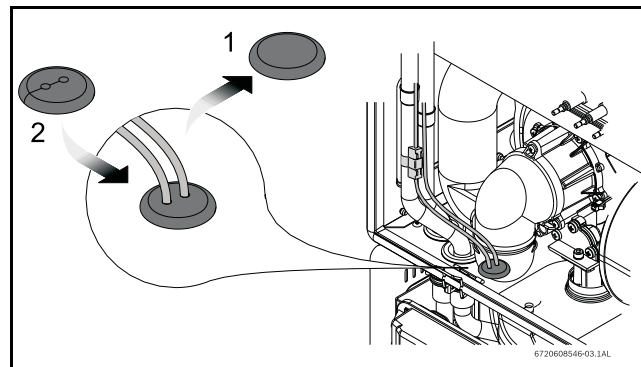
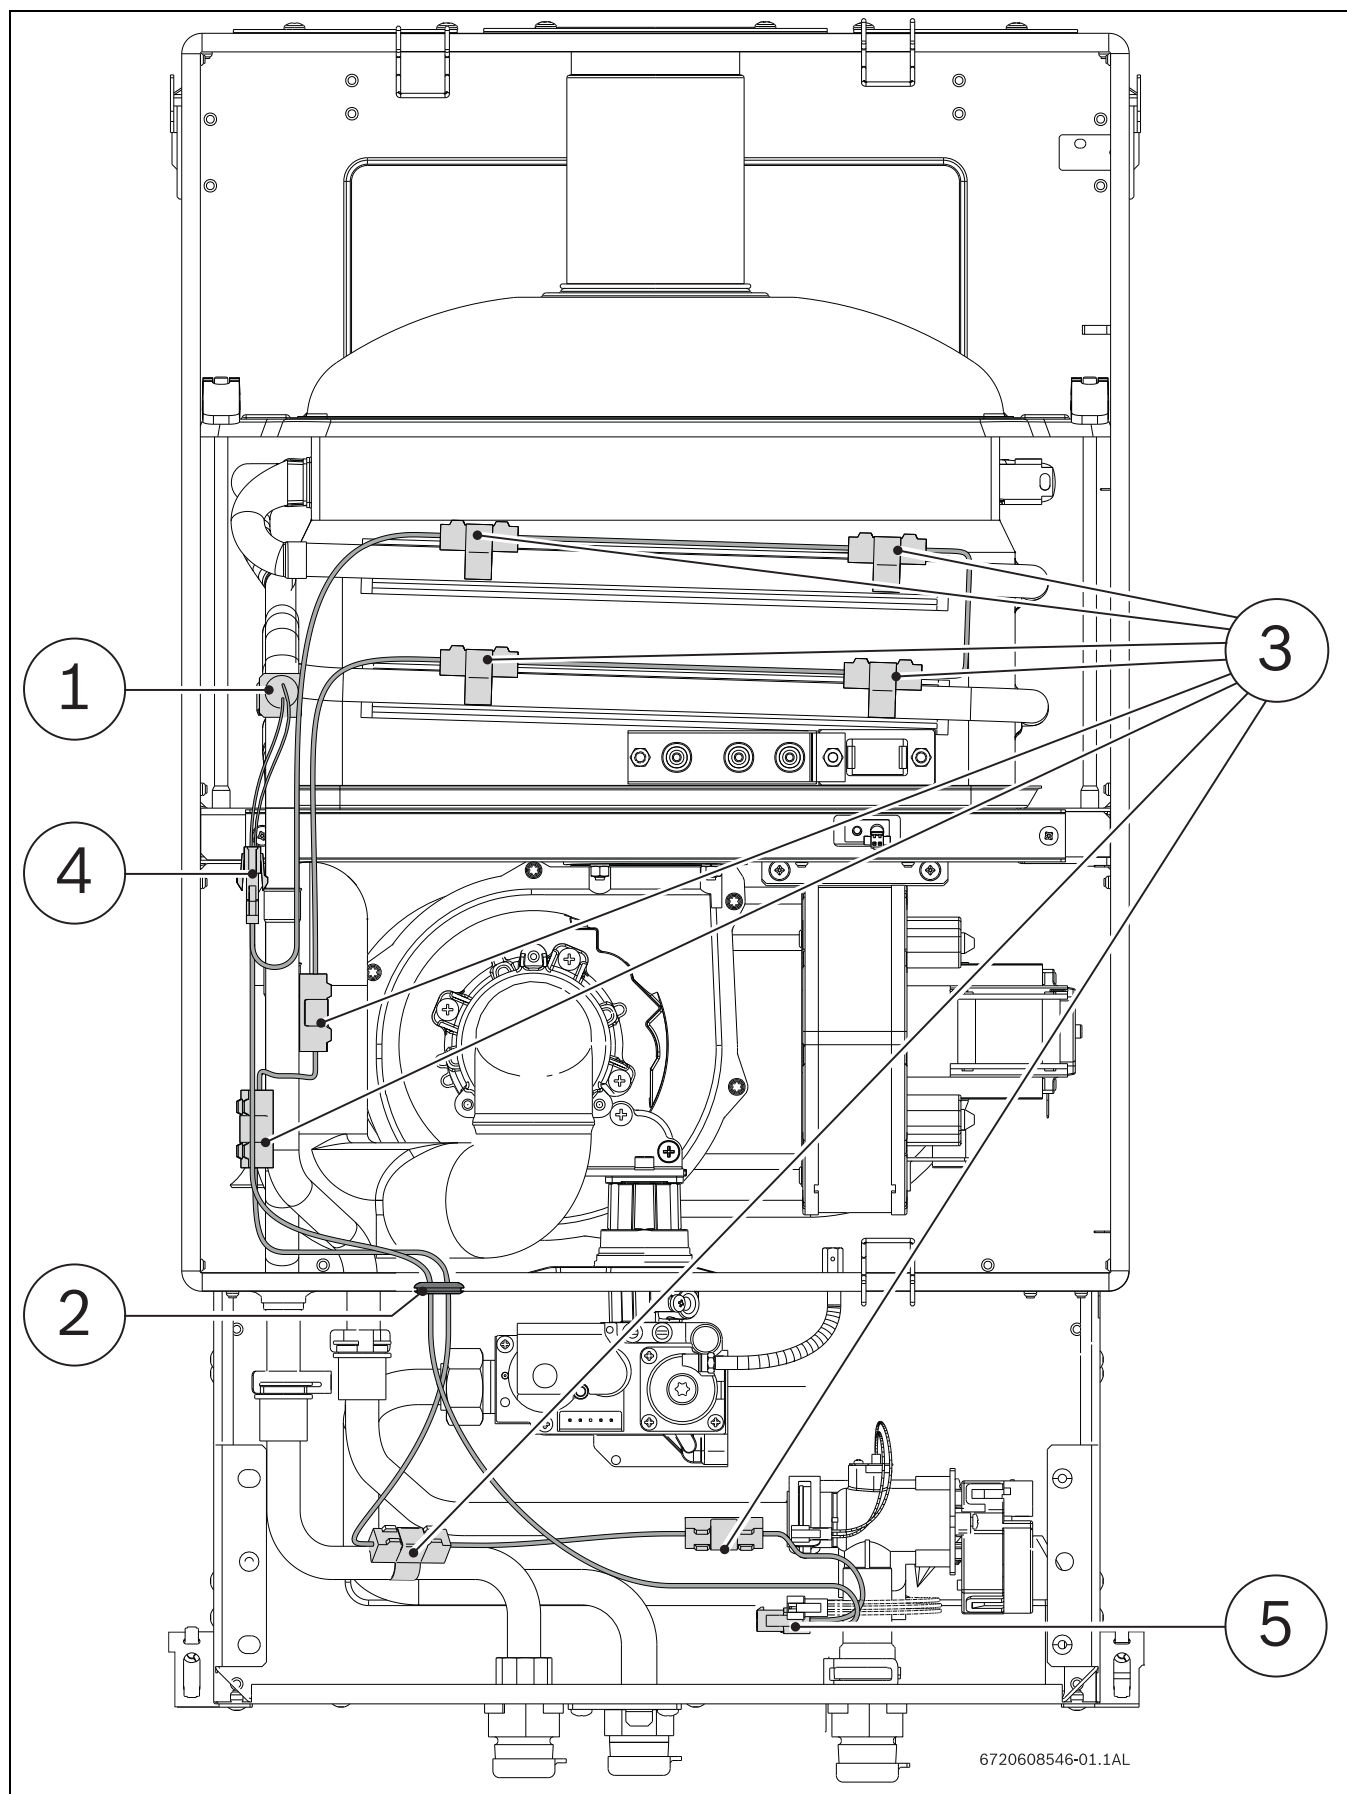
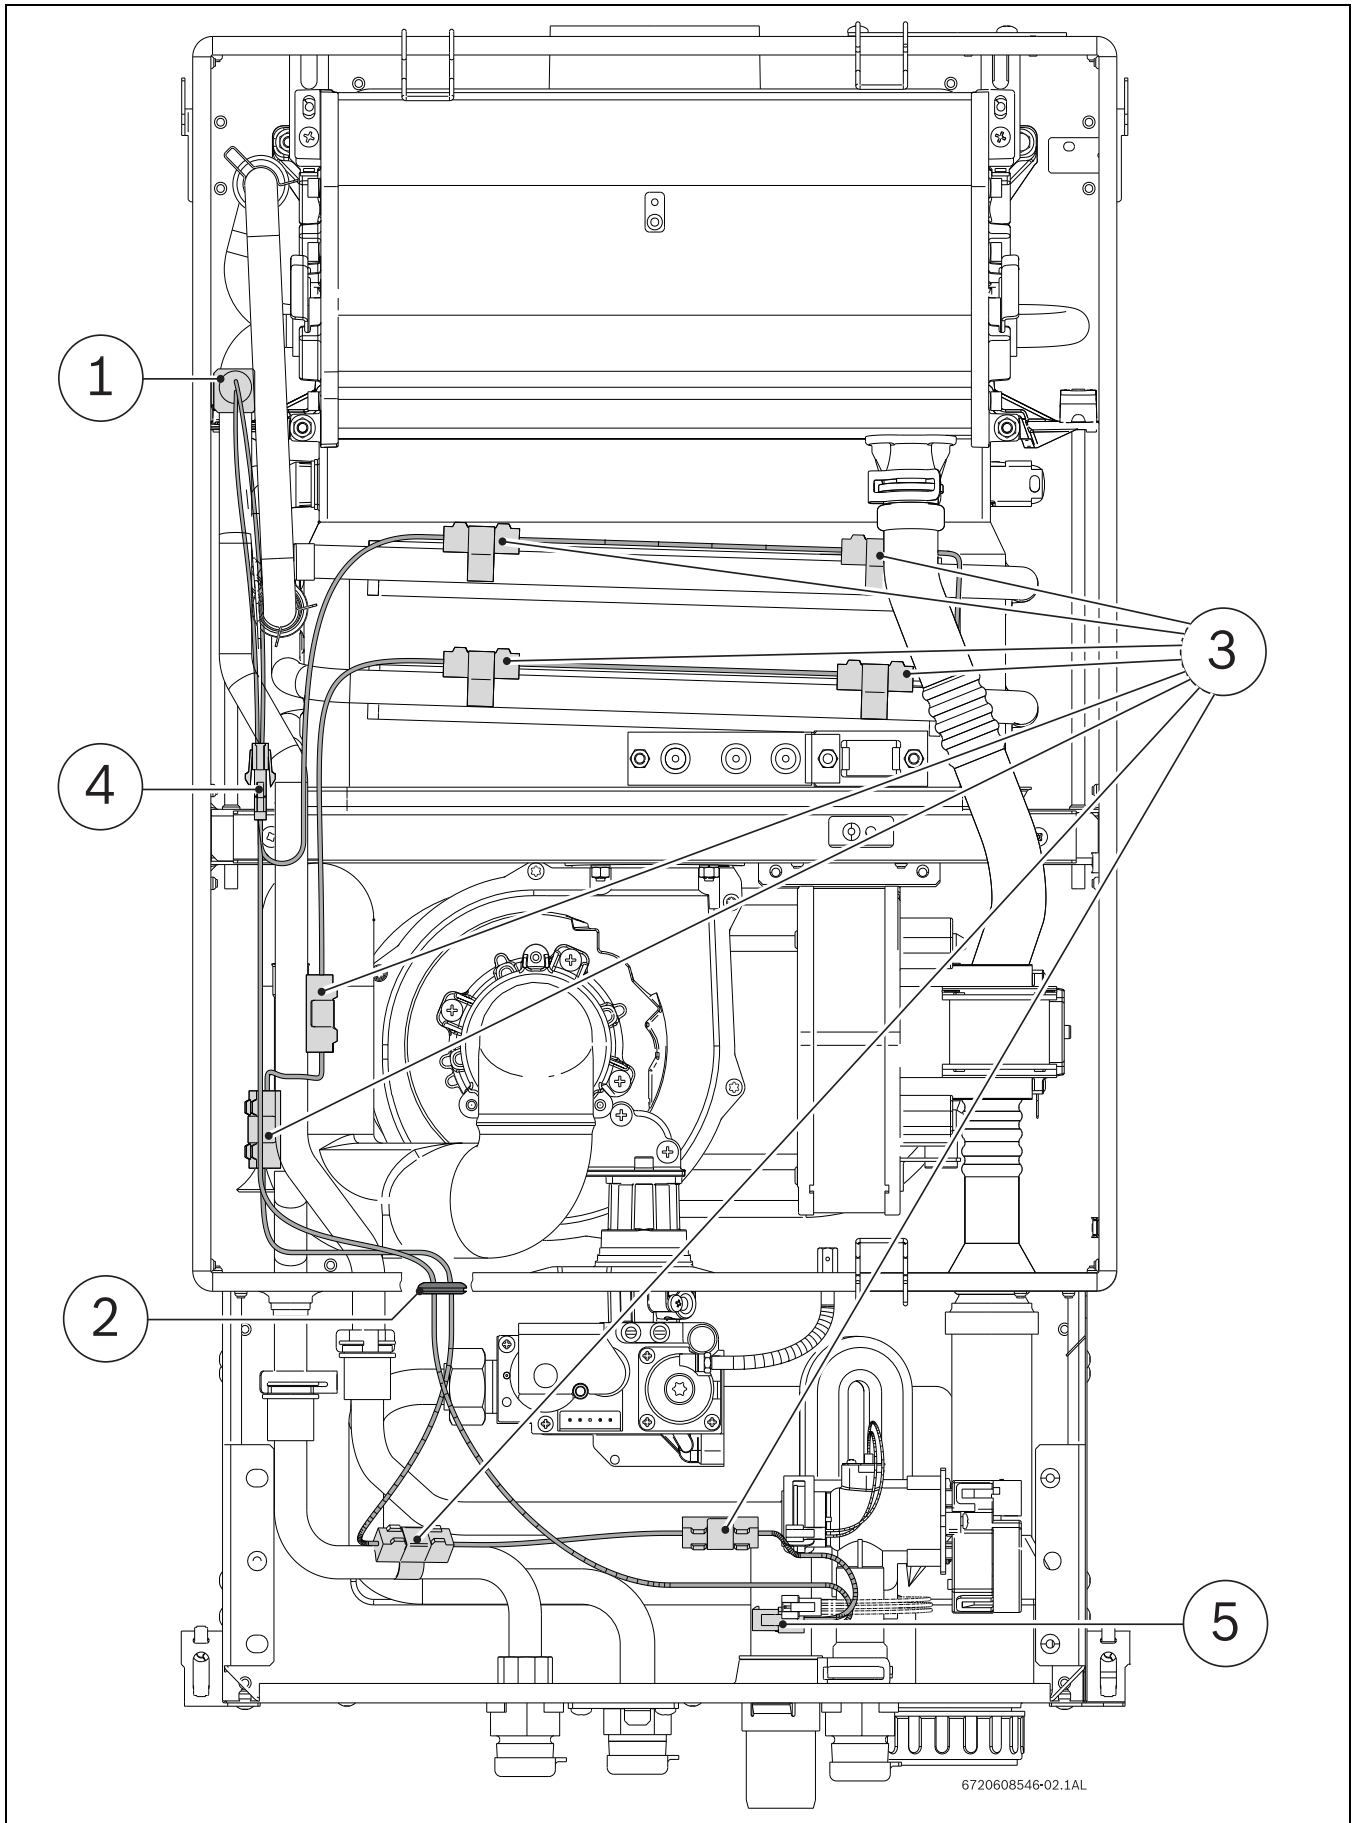

Рис. 5 Замена резинового уплотнения
Рис. 6 Неконденсационная модель
Рис. 7 Конденсационная модель
- ▶ 1. Закрепите зажимами керамические нагревательные элементы на нагревателе, как показано на стр. 4 на рис. 6 и 7, поз. 3.
- ▶ 2. Замените старое резиновое уплотнение на новое из комплекта, см. рис. 5. Расположите два нагревательных элемента на трубопроводе в нижней коробке, пропустив кабели через уплотнение из комплекта. (См. рис. 6, поз. 3, рис. 7, поз. 3).
- ▶ 3. Прикрепите датчик температуры к трубопроводу холодной воды, как показано на рис. 6, поз. 1 (для неконденсационных моделей приборов), и на рис. 7, поз. 1, для конденсационных моделей.
- ▶ 4. Соедините разъем с внутренней резьбой от датчика температуры с разъемом с внешней резьбой на нагревательном контуре. (См. рис. 6, поз. 4, рис. 7, поз. 4).
- ▶ 5. Соедините разъем с внешней резьбой от шнура питания с разъемом с внутренней резьбой на нагревательном контуре (см. рис. 6, поз. 5, рис. 7, поз. 5).